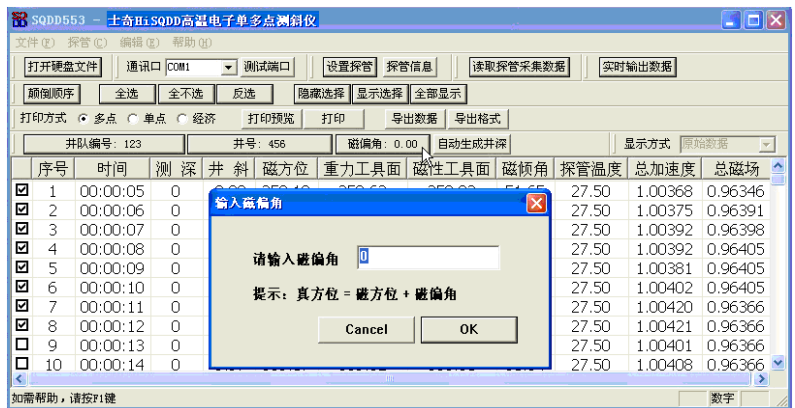

图 18
8. 单击磁偏角按钮，即刻显示请输入磁偏角提示。直接输入磁偏角，点击 **OK** 按钮即可确认。屏幕显示如图 18 所示。